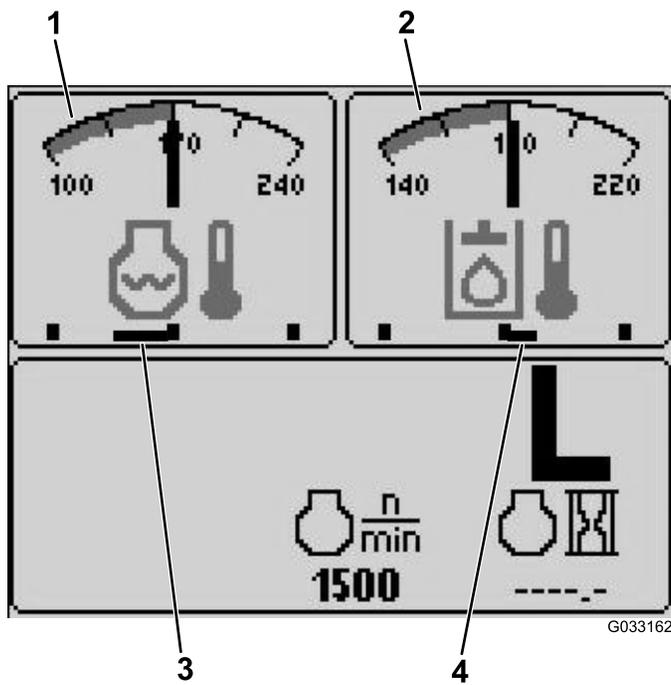

Bild 5
- Anzeige für Hydrauliköltemperatur und Lüfter: Bildschirm oben rechts (Bild 5)
- Anzeige für Motorkühlmitteltemperatur und Lüfter: Bildschirm oben links (Bild 5)
Hinweis: Im Beispiel Bild 5 laufen die Lüfter für das Motorkühlmittel mit 50 % Geschwindigkeit rückwärts.
Die Lüfterrichtung wird auch auf dem Bildschirm für die Temperatur des Motorkühlmittels und dem Bildschirm für die Temperatur des Hydrauliköls angezeigt. Wenn der Balken rechts vom mittleren Nummernzeichen ist, laufen die Lüfter vorwärts. Wenn der Balken links vom mittleren Nummernzeichen ist, laufen die Lüfter rückwärts (Bild 5).
Die Anzeige zeigt die Temperatur des Hydrauliköls und den Status des Kühlventilators an (Bild 5).
Diese Anzeige gibt die Temperatur des Motorkühlmittels und den Status des Kühlventilators an (Bild 5).